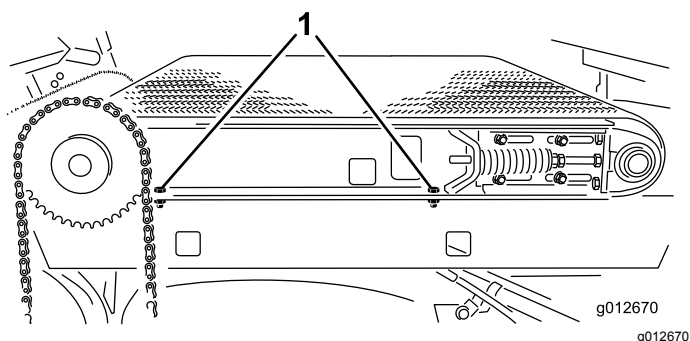

図 36
2. 装置右側で、スライダフレームレールを右側フェンダに固定しているキャップスクリュ2本を締め付ける図 36。